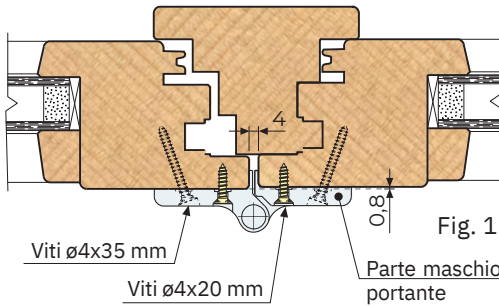

Fig. 1
- 1) Appoggiare le due ante su dei cavalletti e allinearle, quindi applicare la cerniera Maxi. La cerniera attribuisce automaticamente 4 mm di aria tra i battenti (Fig. 1).